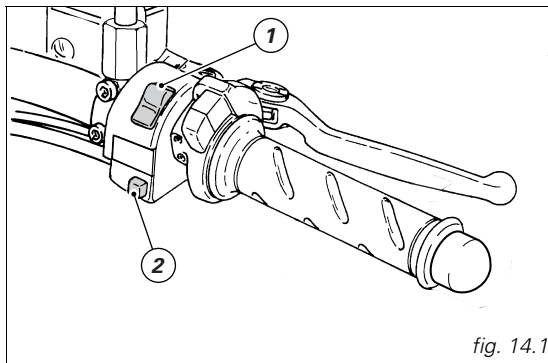

fig. 14.1
1) si le code est reconnu, le témoin (6, fig. 4), placé sur le tableau de bord, produit un bref clignotement ; le système de protection a saisi le code de la clé et désactive le blocage du moteur. En appuyant sur le bouton START (3, fig. 14.1), le moteur se met en route.
Commutateur droit (fig. 14.1)